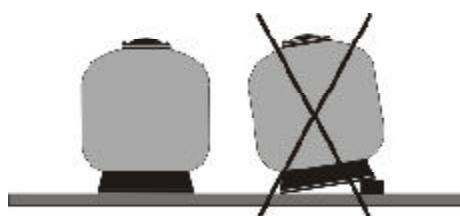

FIG.4
- Installer les filtres sur leur emplacement définitif. Le socle sera posé au sol en position parfaite et sur un plan totalement horizontal. (**FIG 4**)